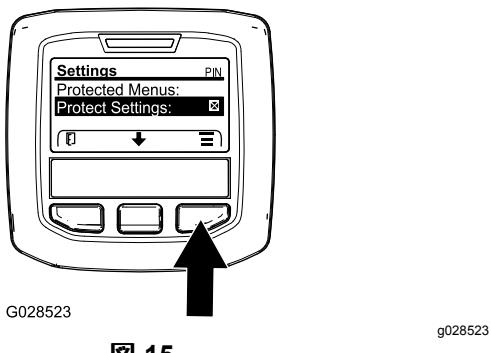

図 15
- MAINメインメニューから中央ボタンで下へスクロールしていくとSETTINGS設定メニューがありますから、ここで右ボタンを押します図 15。